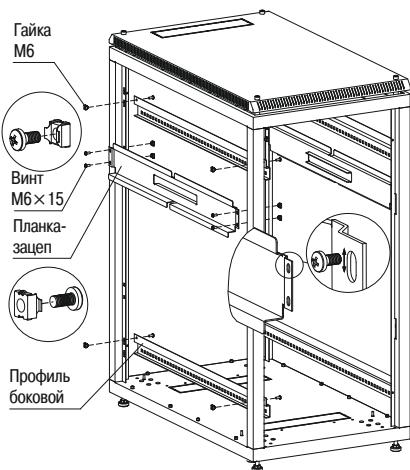

Рисунок 6 – Установка боковых профилей
3.1.6 Для закрепления профилей боковых и планок-зацепов на стойках вставьте гайки M6 в квадратные отверстия стоек, закрепите винтами M6×15 с полукруглой головкой (рисунок 6). В шкафах высотой свыше 27U предусмотрено 3 пары профилей боковых.